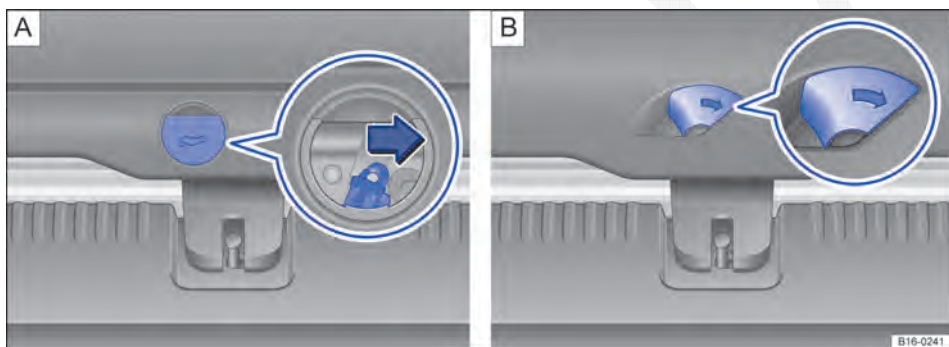

Fig. 212 No compartimento de bagagem: destravar a tampa do compartimento de bagagem. [A] Variante 1 e [B] variante 2.
- Retirar a cobertura circular do revestimento da tampa do compartimento de bagagem ⇒ Fig. 212 [A].
- Pressionar a alavanca de destravamento no sentido da seta ⇒ Fig. 212 . A tampa do compartimento de bagagem se abre automaticamente. Em temperaturas abaixo de 0°C (+32 °F), pode ser necessário abrir a tampa do compartimento de bagagem manualmente.